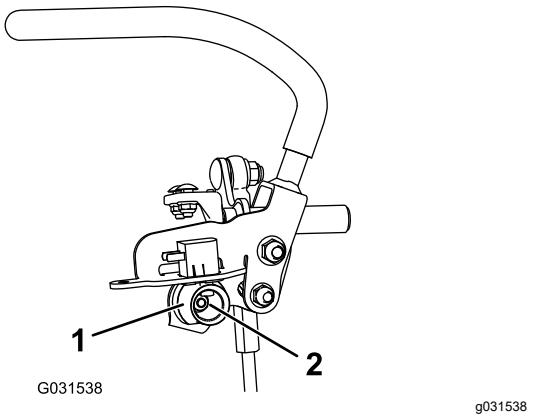

Рисунок 83
6. Ослабьте гайку,держивающую кулачок (Рисунок 83).